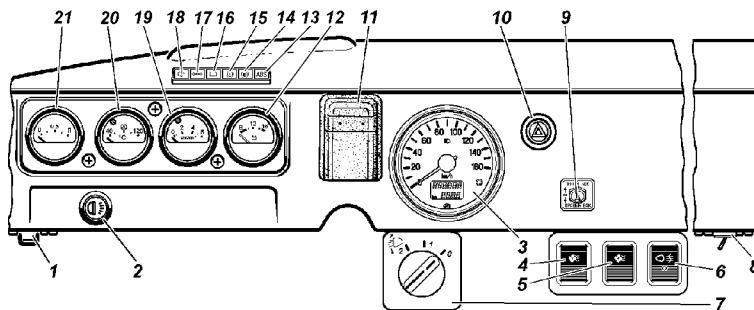

Рис. 3.2. Панель приборов (наименование позиций см. в тексте)
- 1 -панель приборов (см. рис. 3.2);
На панели приборов (рис. 3.2) расположены:
Для вентиляции кабины водителя следует использовать вентиляционный люк в средней части передка, крышку люка и заслонки в патрубках распределителя отопителя, а также поворотные форточки и опускные стекла дверей кабины. Для более эффективной вентиляции можно пользоваться вентилятором отопителя кабины, включив выключатель 4 (см. рис. 3.2), но при этом должен быть закрыт кранник 15 (рис. 3.8), 16 (рис. 3.9) системы отопления.
В пассажирское (санитарное) помещение кузова свежий воздух поступает через поворотные форточки в боковых окнах, а также через кожух салонного отопителя при включенном выключателем 5 (см. рис. 3.2) вентиляторе и отключенном радиаторе кранником 15 (рис. 3.8), 16 (рис. 3.9).
Для работы отопителей необходимо с помощью ручки тяги 13 (см. рис. 3.1) или вручную открыть кранник 15 (рис. 3.8), 16 (рис. 3.9) системы отопления и, при наличии, выключателем 8 (см. рис. 3.2) включить электродвигатель насоса 16+ (см. рис. 3.8), 2+ (см. рис. 3.9) отопителя.
Включение и выключение электродвигателей вентиляторов отопителей осуществляется выключателями 4 и 5 (см. рис. 3.2).